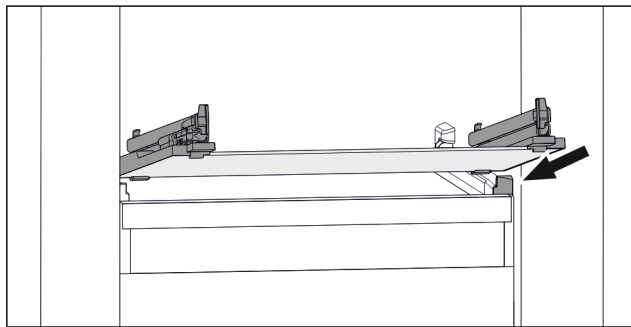

Fig. 85 Примерное отображение стеклнной пластины
- ▶ Наклоняя вниз, установите стеклнную пластину за стопоры. (см. Fig. 85)